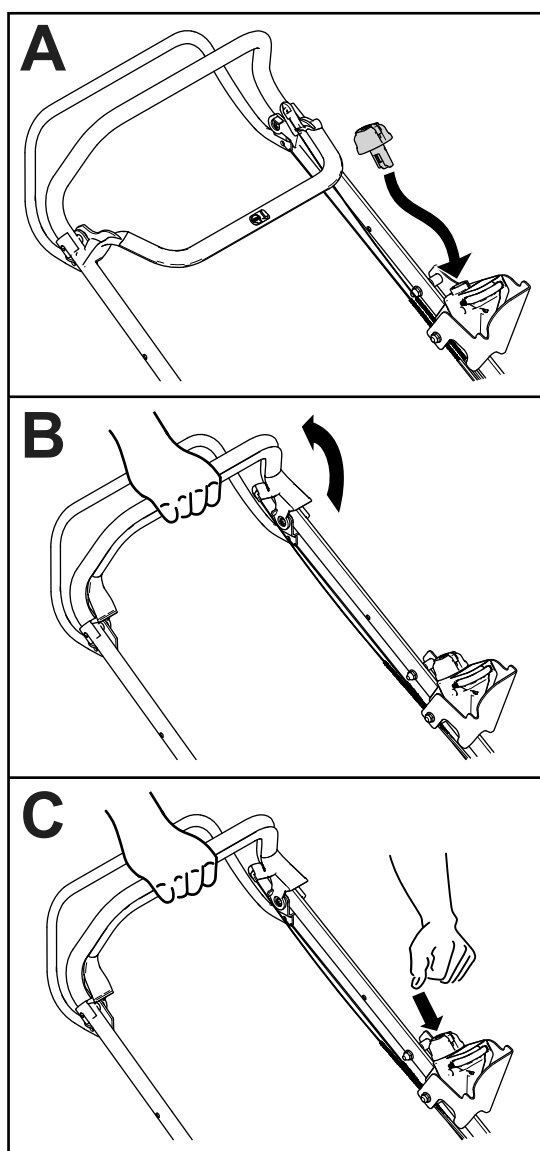

Figure 19
2. Insérez le bouton de démarrage électrique (voir Emplacement du bouton de démarrage électrique \(page 16\)) dans l'interrupteur de démarrage électrique (A de Figure 19).
3. Serrez la barre de commande de la lame contre le guidon (B de la Figure 19).
4. Appuyez sur le bouton de démarrage électrique jusqu'à ce que la machine démarre et que la lame se mette à tourner (C de Figure 19).